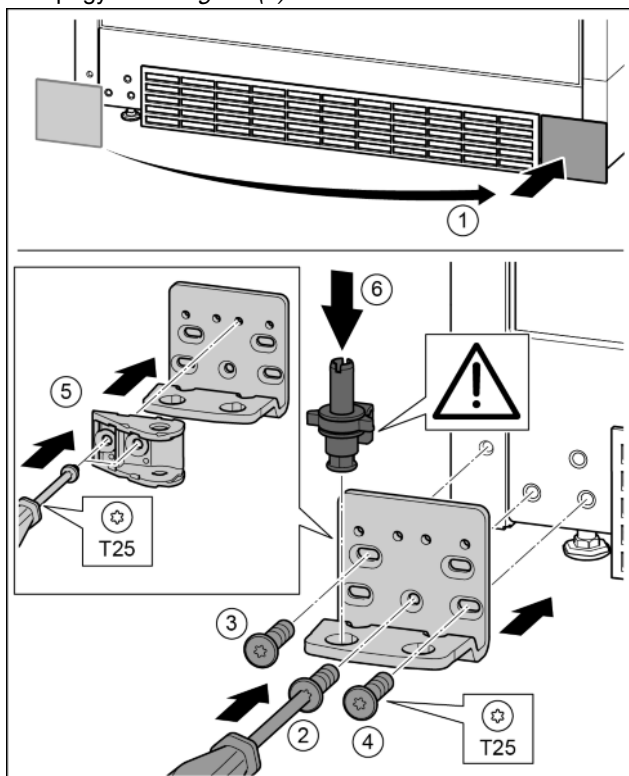

Fig. 36
- ▶ Vegye le a fedelet, és szerelje fel a másik oldalra. Fig. 36 (1)
- ▶ A másik oldalra helyezze fel a csapágybakot, és egy T25 csavarhúzóval húzza meg. Középen az alsó 2 csavarral kezdjen. Fig. 36 (2)
- ▶ Húzza meg a 3 és 4 csavart. Fig. 36 (3, 4)
- ▶ Fordítsa el 180°-kal a záráscsillapítót. A T25 csavarhúzóval csavarozza fel a csapágybak másik oldalára. Fig. 36 (5)
- ▶ Helyezze be a teljes csapszeget. Ügyeljen közben arra, hogy a bekattanó bütyök hátrafelé mutasson. Fig. 36 (6)